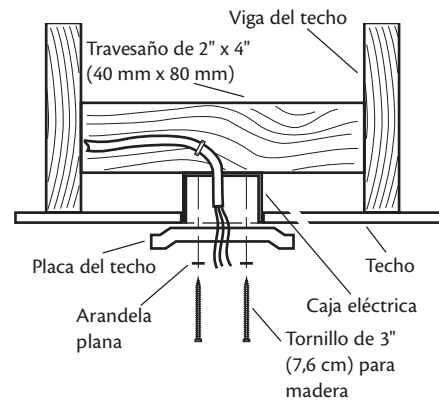

Figura 11 - Instalación de la placa del techo
5. Coloque una arandela plana sobre cada uno de los dos tornillos de 3" y pase los tornillos a través de los agujeros ranurados en la placa del techo, como se muestra en la Figura 11.